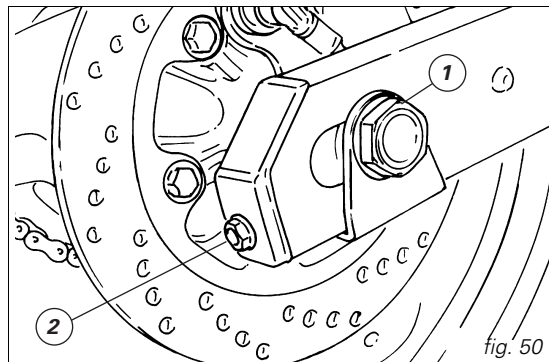

fig. 50
Para regular el tensado aflojar la tuerca (1, fig. 50) del perno rueda; atornillar en igual medida, en el sentido de las agujas del reloj, el tornillo (2) en ambos lados del basculante para aumentar el tensado o destornillar para disminuirlo. En este último caso es necesario empujar hacia adelante la rueda.